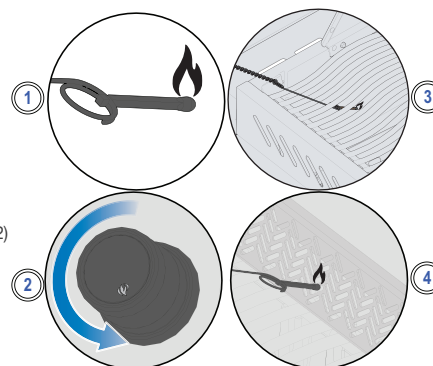

Fig. 3
3. Jednocześnie obracać odpowiednim pokrętkiem palnika do góry. (Rys. 3)